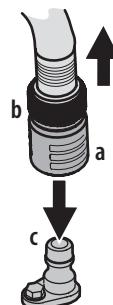

Figura 18
3. Tire del collarín de ajuste (a) del adaptador del pico (b) hacia atrás y empuje el adaptador del pico sobre el pico de lavado de la plataforma (c). Suelte el collarín de ajuste para tratar el adaptador del pico en el pico de lavado de la plataforma. Consulte la Figura 18.